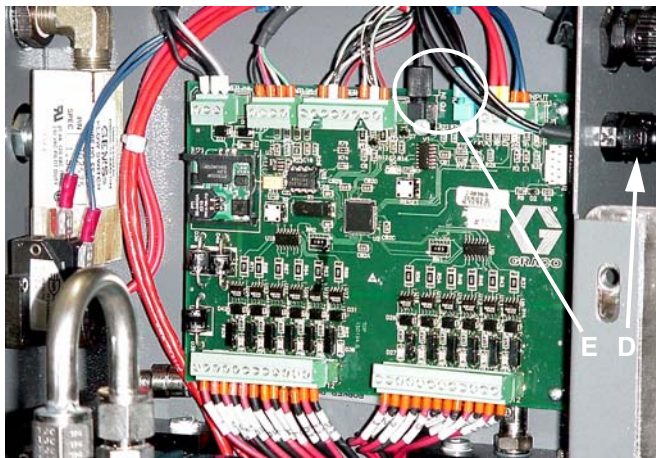

FIG. 16
5. Conecte los conectores del cable azul y negro (E) a los conectores correspondientes de la tarjeta de circuito impreso. FIG. 16. Introduzca los conectores del cable hasta que toquen fondo (aproximadamente ¼" [6 mm]), después apriete el conector roscado.
6. Apriete el conector del dispositivo de alivio de tensión  (D). FIG. 16.